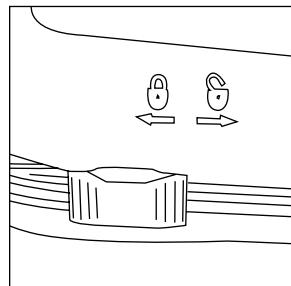

Figure 7
3. Placez le couvercle du boîtier sur son socle et faites glisser les six attaches jusqu'à ce qu'elles soient verrouillées (  ) (**Figure 7**).